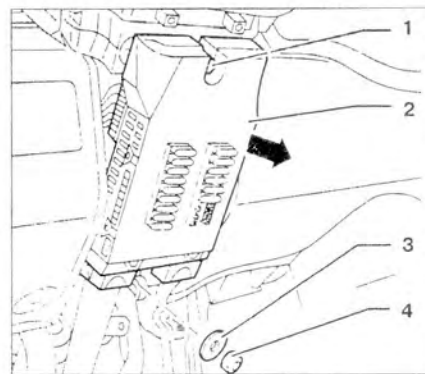

Рис. 7.5. Открутите гайку 4 и снимите шайбу 3. Открутите болт 1 и отсоедините коробку предохранителей 2.
7. Открутите гайку 4 и снимите шайбу 3 (рис. 7.5). Открутите болт 1 и отсоедините коробку предохранителей 2.